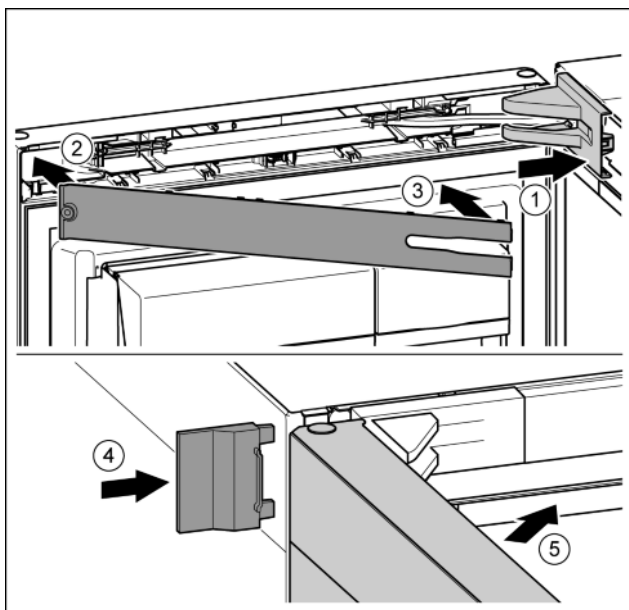

Fig. 23
- Nasadíte a zaklapnete kryt stojanu ložiska, příp. opatrně přitlačte od sebe. Fig. 23 (1)
- Nasadíte záslepku. Fig. 23 (2)
- Záslepku sklopte a zaklapnete. Fig. 23 (3)
- Vnější kryt nasuňte. Fig. 23 (4)
- Zavřete horní dveře. Fig. 23 (5)